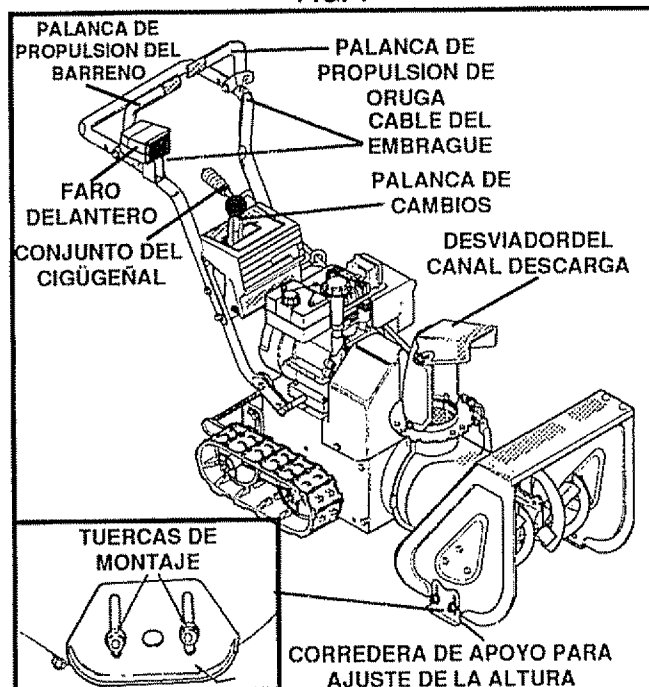

FIG. 2
- Gire la manija superior a la posición de operación como se muestra en la Fig. 2.
Para empaque, las correderas de asiento para ajuste de la altura se montaron en el lado interior del alojamiento del barreno con el labio hacia adentro y los herrajes de montaje en el lado interior. Retire las tuercas de montaje de las correderas de asiento (Fig 2) y montelo de nuevo en la parte exterior del alojamiento del barreno con el labio hacia afuera, y el herraje de montaje en el lado exterior como se muestra en la Fig. 2. Para ajustar la altura de la corredera de asiento, consulte el párrafo "Para ajustar la altura de la corredera de apoyo" en la página 18